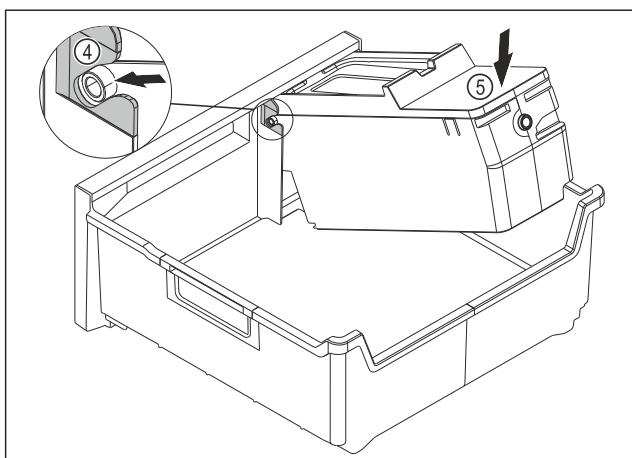

Fig. 116
- ▶ Izvadite tijelo sustava EasyTwist-Ice: Umetnute osovine tijela sustava EasyTwist-Ice u vodilice Fig. 116 (4).
- ▶ Pritisnite tijelo sustava EasyTwist-Ice Fig. 116 (5) otraga prema dolje.